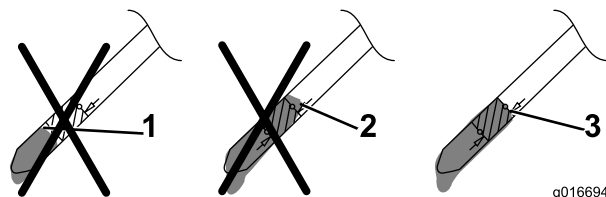

Figura 7
5. Retire la varilla y compruebe el nivel de aceite en la varilla; consulte Figura 7.
- Si el nivel de aceite es demasiado bajo, añada una pequeña cantidad de aceite **lentamente** por el tubo de llenado y repita los pasos 3 a 5 hasta que el nivel del aceite sea correcto, según se muestra en Figura 7.